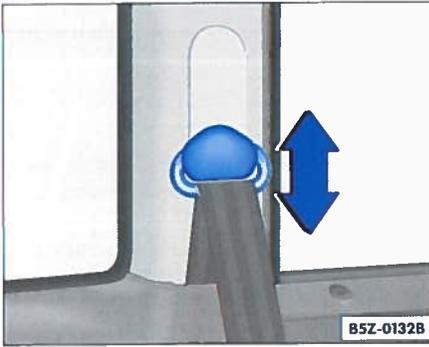

Abb. 15 Einbauort der Gurthöheneinstellung
- Drücken Sie die Taste des Umlenkbeschlags zusammen ⇒ Abb. 15 und halten Sie den Beschlag in dieser Stellung.